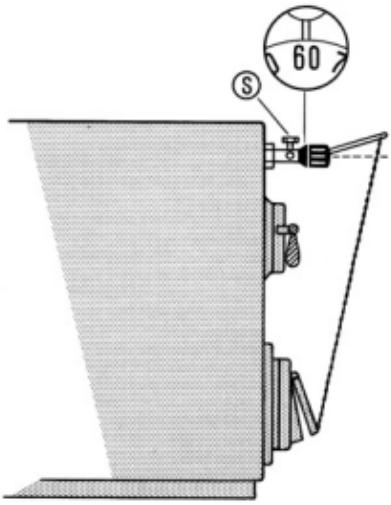

Bild 2 / Fig. 2 / Fig. 2
Bei **waagerechtem Einbau** muss die Sechskantschraube (S) senkrecht nach oben zeigen. Für die Einregulierung gelten **die roten Zahlen und die rote Marke** (Bild 2).
When **installed horizontally**, the hexagon screw (S) must point upwards. For control in this position, **the red figures and the red mark** are used (Fig. 2, page 2).
Le régulateur peut être monté en position horizontale ou verticale. Pour le **montage horizontal**, la vis 6 pans (S) occupe une position verticale. **Les chiffres et les repères rouges** servent au réglage (fig. 2, page 2).
Set required flow temperature using the knob. Allow the boiler to heat up slowly until the set temperature is reached. Arrange the lever arm so that short section with the bore for the chain **points to the front, lies approximately horizontal (dotted line in Figs. 2 and 3) and is positioned as precisely as possible over the chain mounting point.**
La température du départ désirée est réglée à l'aide du bouton de réglage ; monter progressivement la température de la chaudière jusqu'à ce que la température affichée soit atteinte. A partir de ce moment, le levier peut être positionné horizontalement et verticalement, de façon à ce que la section la plus courte, portant le trou de fixation de la chaînette, soit dirigée **vers l'avant dans une position approximativement horizontale (ligne discontinue fig. 2 et 3), de sorte qu'elle soit alignée avec la fixation de la porte de tirage.** Ce réglage effectué, immobiliser en serrant la vis de fixation (2). Veiller à ce que la vis prenne appui sur une face plate et non sur un angle du levier. En dernier lieu, régler la chaînette de telle sorte que la porte d'aération maintienne une ouverture d'environ 1 mm au moment où la température affichée est atteinte.